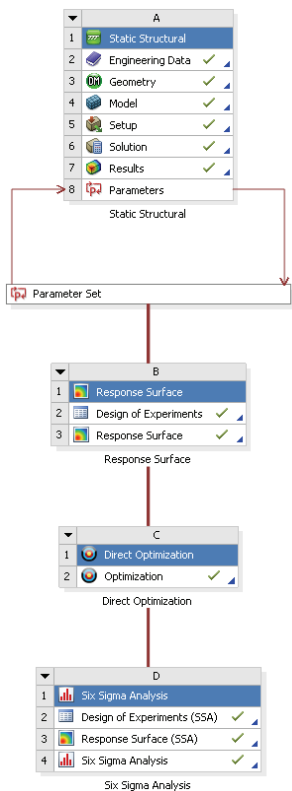

图 25-53 完成的分析项目
- 9) 单击右上角的“关闭”按钮，退出 Workbench 主界面，完成项目分析，如图 25-53 所示。